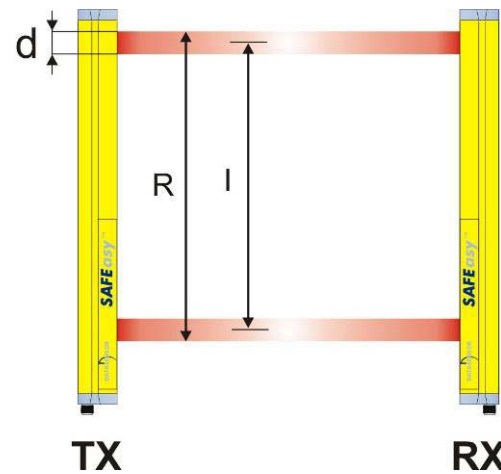

Fig. 2
La Fig.2 montre, à titre d'exemple, l'entraxe optique (I) et la résolution (R) des barrières de sécurité destinées à la protection du corps.